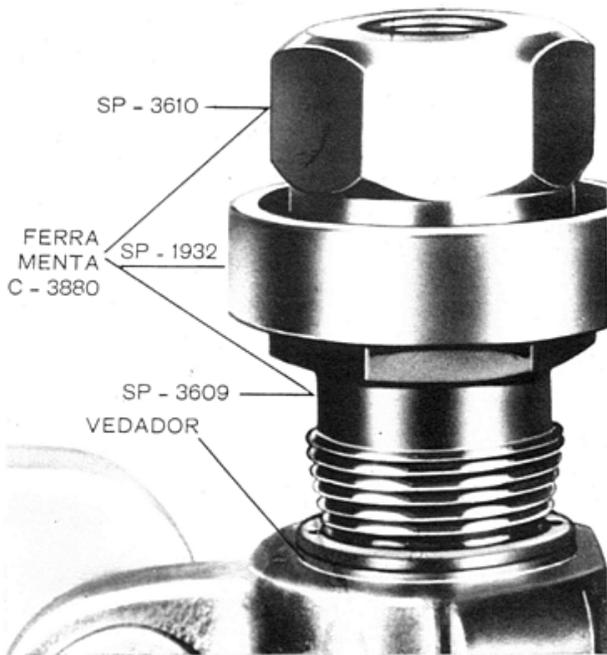

Fig. 5 — Remoção do vedador da árvore do setor
- Manter pressão no adaptador roscado com a porca-ferramenta enquanto se estiver aparafusando êsse adaptador, o máximo possível, até alcançar e prender a parte metálica do retentor de graxa. Colocar os dois semi-anéis SP-1932, e anel retentor da ferramenta sôbre ambas as partes da ferramenta (fig. 5). Girar a porca-ferramenta para a esquerda para retirar o retentor de graxa da carcaça.